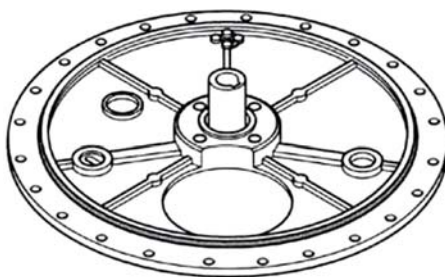

图 14
(2)拆下分接开关头盖(24-M10 螺栓, 17 号扳手), 注意不要损伤头盖上的 O 形密封圈(图 14)。(特殊设计:带压力释放阀的盖见附页 3)